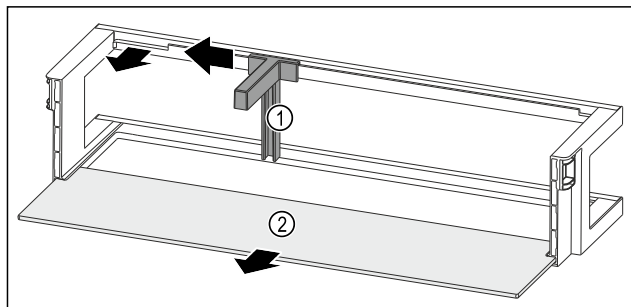

Fig. 123 Balconnet de contre-porte avec porte-bouteilles et tablette de rangement
- Pousser le porte-bouteilles Fig. 123 (1) sur le côté jusqu'à l'évidement.
- Retirer le porte-bouteilles Fig. 123 (1).
- Retirer la tablette de rangement Fig. 123 (2).